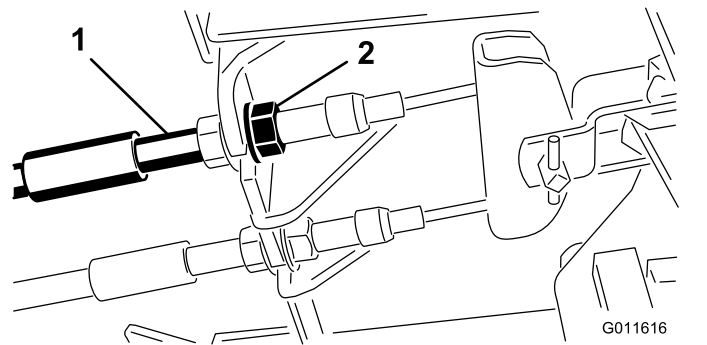

Figure 67
1. Pour réduire la garde aux pédales de frein, serrez les freins en desserrant l'écrou avant sur l'extrémité filetée du câble de frein (Figure 67).